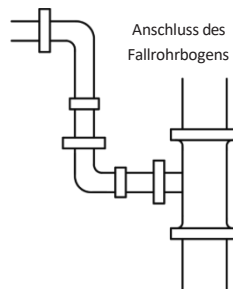

Abb. 4.14
- ②: Anschluss des verlegten Fallrohrbogens (Abb. 4.14)